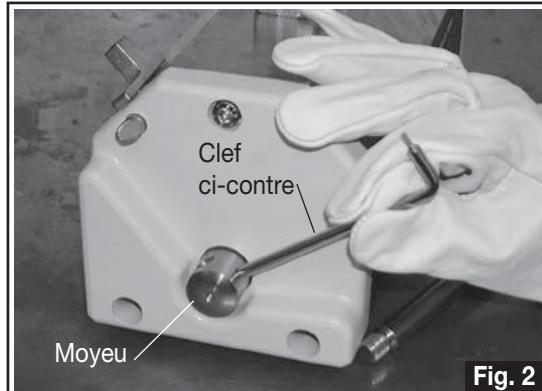

Fig. 2
- C) Enfiler la clef dans le trou correspondant et faire tourner l'axe jusqu'à voir le trou fileté (Fig. 2).